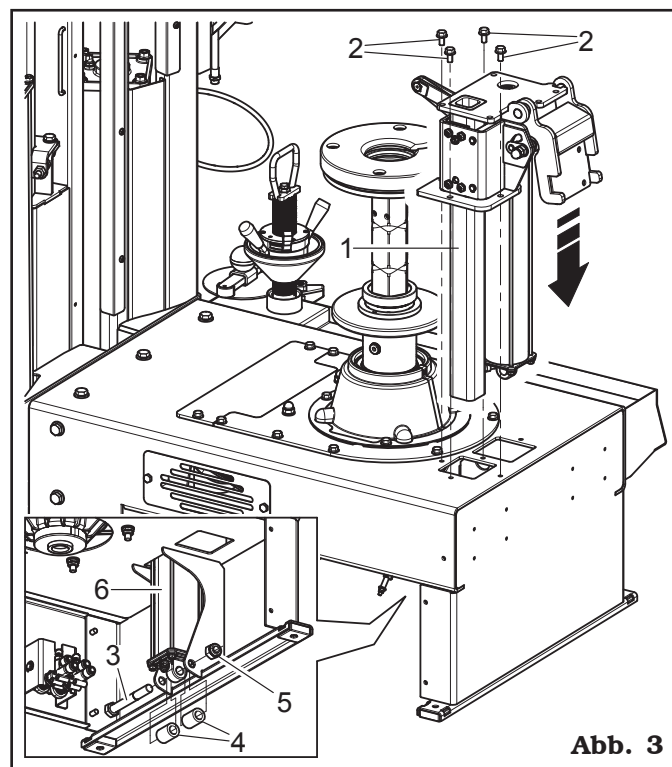

Abb. 3
3. Setzen Sie die Basisstütze (Abb. 3 Pkt. 1) in den prädisponierten Sitz auf dem Rahmen des Reifenabmontierers ein. Schrauben Sie sie mit den mitgelieferten Schrauben (Abb. 3 Pkt. 2). Befestigen Sie den Boden des Zylinders (Abb. 3 Pkt. 6) am Rahmen des Reifenabmontierers durch die Schraube (Abb. 3 Pkt. 3) und die Mutter (Abb. 3 Pkt. 5), indem Sie die mitgelieferte Buchse (Abb. 3 Pkt. 4) dazwischen legen.